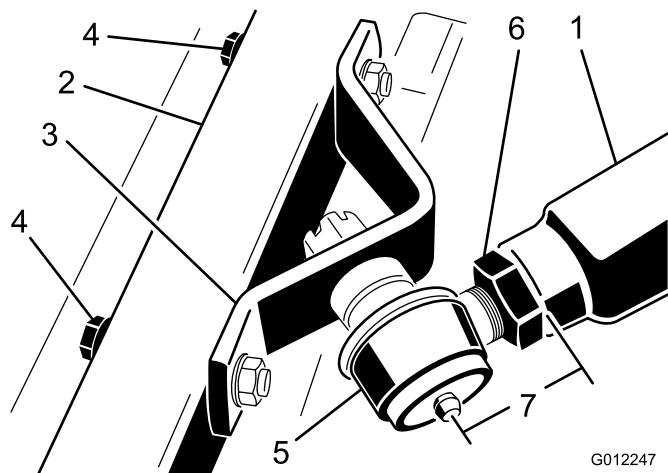

Bild 9
2. Drehen Sie das Kugelgelenk in den rechten Schubarm, bis die Mitte des Kugelgelenks ca. 60 mm von der Vorderseite des Schubarms entfernt ist (Bild 9). Ziehen Sie die Klemmmutter nicht an.
6. Ziehen Sie die große Klemmmutter fest, mit der das Kugellager am Schubarm befestigt ist (Bild 9). Halten Sie das Kugelgelenk gerade, wenn Sie die Klemmmutter anziehen, um eine richtige Oszillation beim Anheben und Absenken des Mähwerks zu ermöglichen. Drücken Sie den Schubarm nach unten und entfernen Sie vorsichtig den Holzblock.